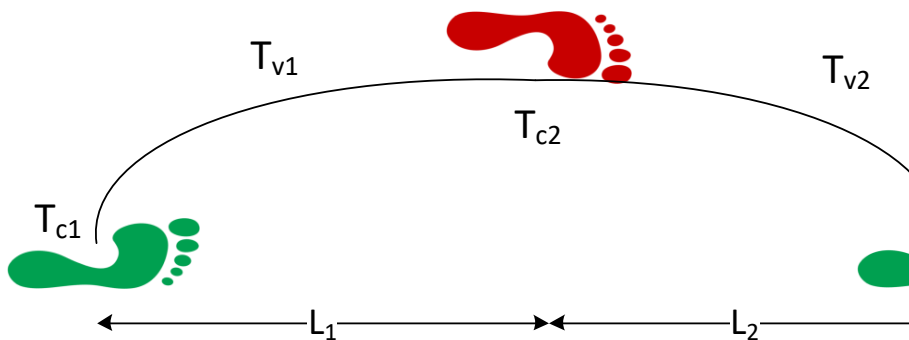

Abb. 99 – Berechnung der Beschleunigung
- **Beschleunig. [m/s²]**: Abweichung der Geschwindigkeit der 2 vorhergehenden Schritte (siehe Abb. 99)